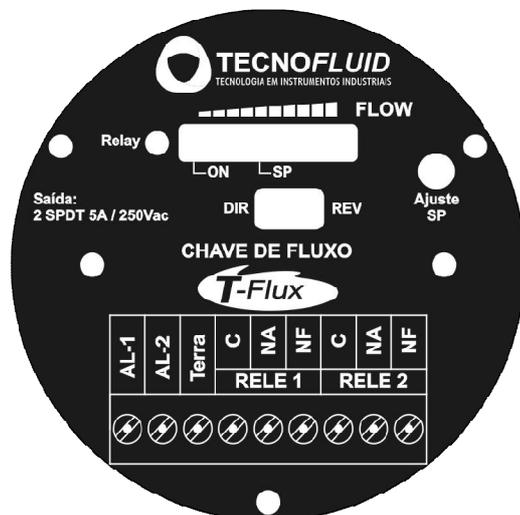

Fig 4.3
- Antes de energizar o equipamento defina o tipo de operação, direta ou reversa, mais adequado ao seu processo. Abra a tampa e caso necessário, altere a posição dos *jumpers* internos conforme (fig.4.3). Os dois *jumpers* devem ser movidos simultaneamente.
3. Gire o potenciômetro de ajuste do *Set-Point* (fig. 4.3), no sentido anti-horário até que o *LED* amarelo de sinalização de *Set-Point* esteja apagado.
4. Gire o potenciômetro de ajuste do *Set-Point* (fig. 4.3), no sentido horário até que todos os *LEDs* verdes estejam acesos. Tomando o cuidado para não continuar girando o potenciômetro depois que o último *LED* verde acender, para não passar excessivamente do ponto de ajuste.
4. Gire o potenciômetro de ajuste do *Set-Point* (fig. 4.3), no sentido horário até que o primeiro *LED* verde à direita do *LED* amarelo esteja aceso.